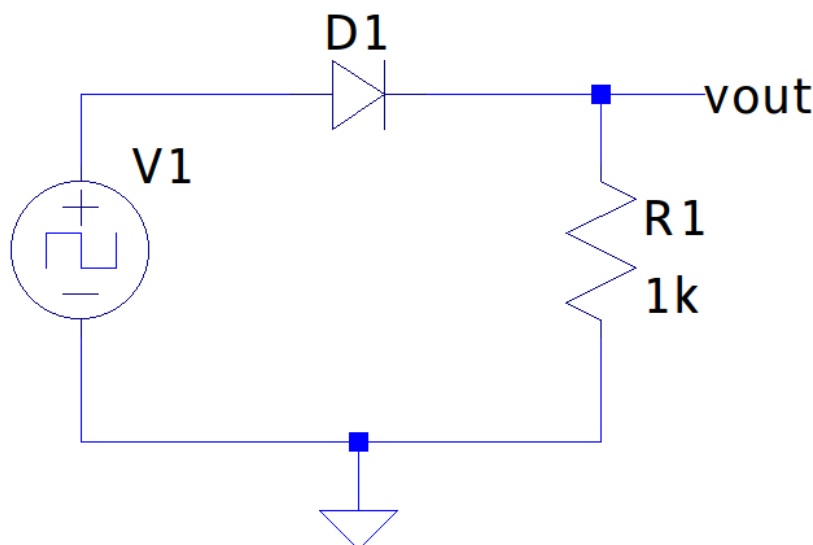

Figura 4: Circuito para visualización del tiempo de recuperación inversa
- Simule el circuito de la Figura 4 asumiendo que la fuente variable tiene una forma de onda cuadrada con una amplitud de $10V_{pk}$, para cada uno de los diodos solicitados (1N4004 y 1N4148). Varíe la frecuencia de la fuente al menos 10 veces en el rango entre 10 Hz y 100 KHz.
- Monte el circuito de la Figura 4 en protoboard, utilizando como fuente el generador de señales con una onda cuadrada de 10V de amplitud y un osciloscopio para medir la respuesta del diodo.
- En el circuito de la Figura 4 sustituya R_1 por una resistencia de 500Ω y repita la medición del tiempo de recuperación inversa.